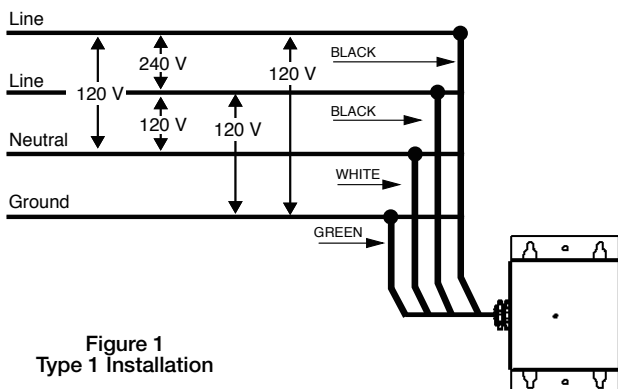

Figure 1
2. Connect wires as shown in figure 1.
2. Raccorder les fils comme indiqué à la Figure 1.